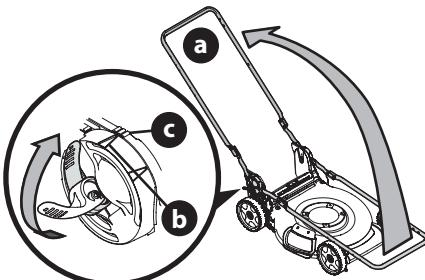

Figure 13
5. Assurez-vous que la tondeuse est stable, puis relevez la partie supérieure (a). Voir Figure 13. Veillez à ne pas pincer le câble de commande de la lame ou le câble d' entraînement lorsque vous relevez le guidon.
6. Lorsque vous relevez la partie supérieure du guidon, assurez-vous que l'indicateur (b) est aligné avec une des trois positions (c). Voir Figure 13.
7. Relevez les deux loquets pour les verrouiller. Voir Figure 13.